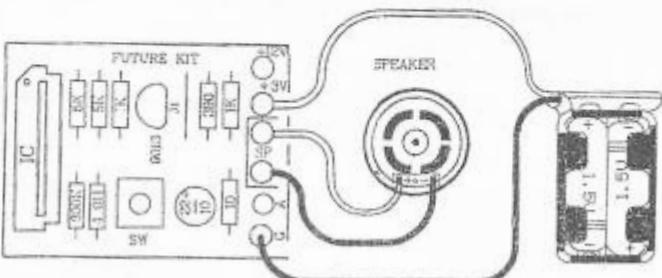

Рис.3 Монтажная схема
- Установите все детали согласно рис.3 в следующей последовательности: сначала малогабаритные, а потом все остальные элементы.